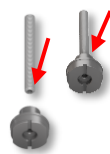

Fig. 3
**ACHTUNG:** Prüfen Sie ob das Gewinde des Kugelkopf fest mit den Stiel verschraubt ist (Fig. 3). Falls nicht, bitte Schraubensicherung benutzen.
4. **ATTENTION:** Fasten all screws with screw locking agent e.g. Ex. # 860-635. **ATTENTION:** Check that the threaded rod of the adapter (A) is tight, if not secure with screw locking agent (Fig. 2). **ATTENTION:** Check whether the ball head is firmly glued to the handle (Fig. 3). If this is not the case, please use a screw locking agent.